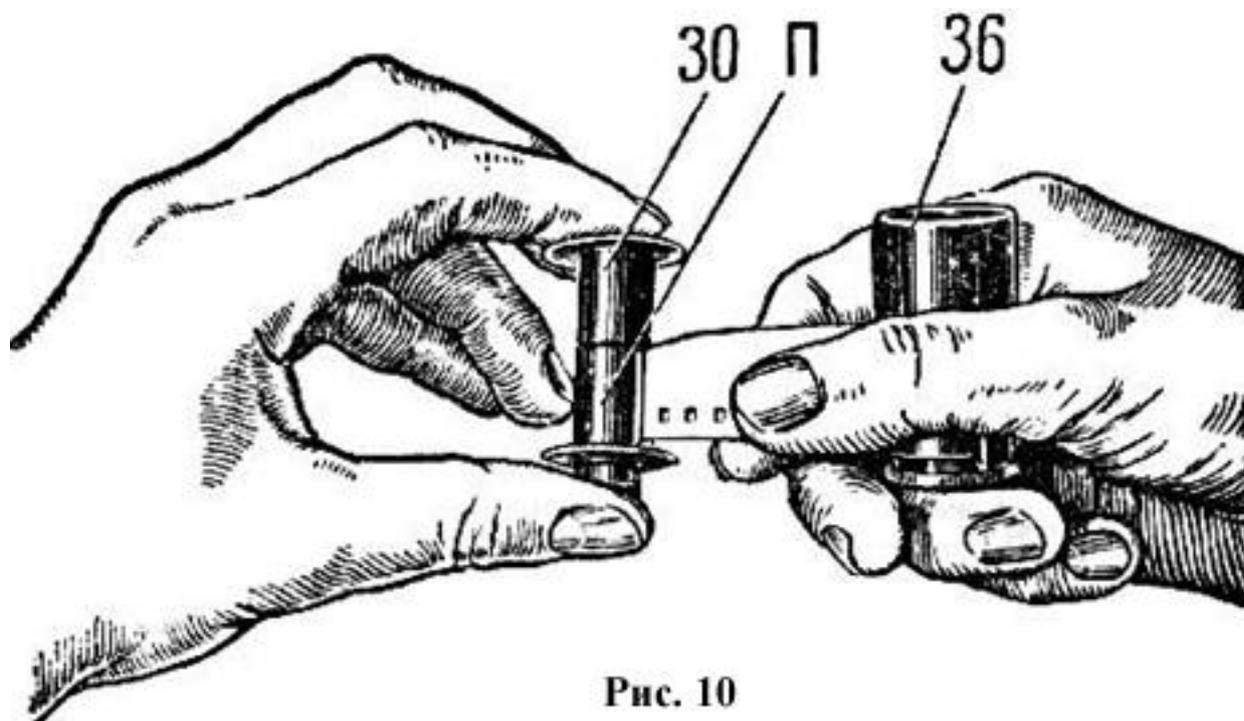

Рис. 10
3. Возьмите приемную катушку 30 в левую руку, а заряженную кассету в правую и, как показано на рис. 10, укрепите конец пленки под пружину «П» катушки. Обратите внимание, чтобы несрезанная сторона пленки плотно была прижата к фланцу катушки.